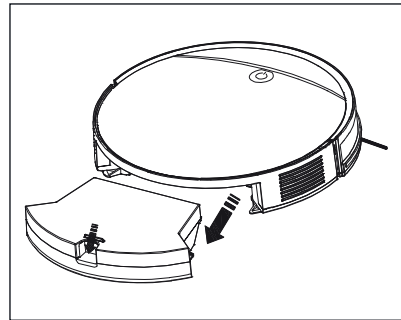

Fig. 7
- 1) Pulse el botón de desencastre **13** del depósito de polvo **14** y retírelo del aparato (consulte la fig. 7).